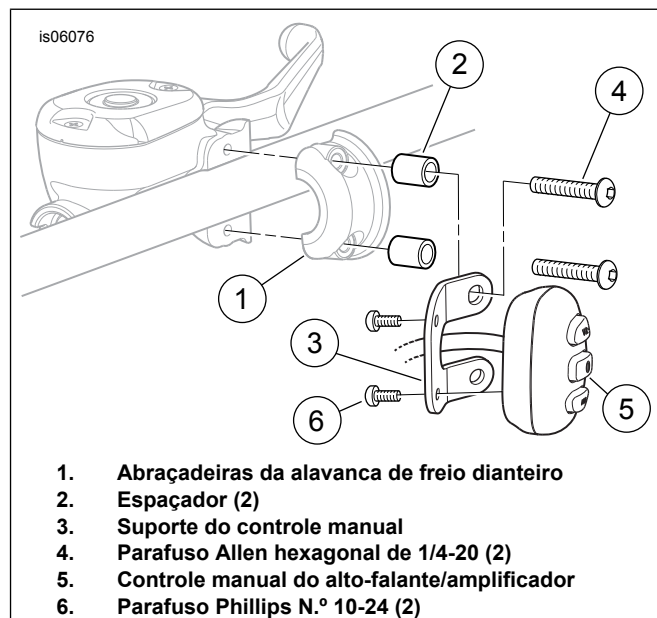

Figura 2. Instalação do controle manual e do suporte
1. Veja Figura 2. Remova os parafusos do prendedor da alavanca de freio dianteiro do veículo. Remova e guarde as abraçadeiras (1). Os parafusos podem ser descartados.
2. Pegue o suporte do controle manual (3), dois espaçadores (2), dois parafusos (6) e dois parafusos (4) do kit.
3. Passe o chicote de fios do controle manual (5) pelo centro do suporte do controle manual (3) conforme exibido.
5. Instale o controle manual (5, parte do conjunto do chicote de fios) no suporte com os parafusos N.º 10-24 (6). Aperte com firmeza.